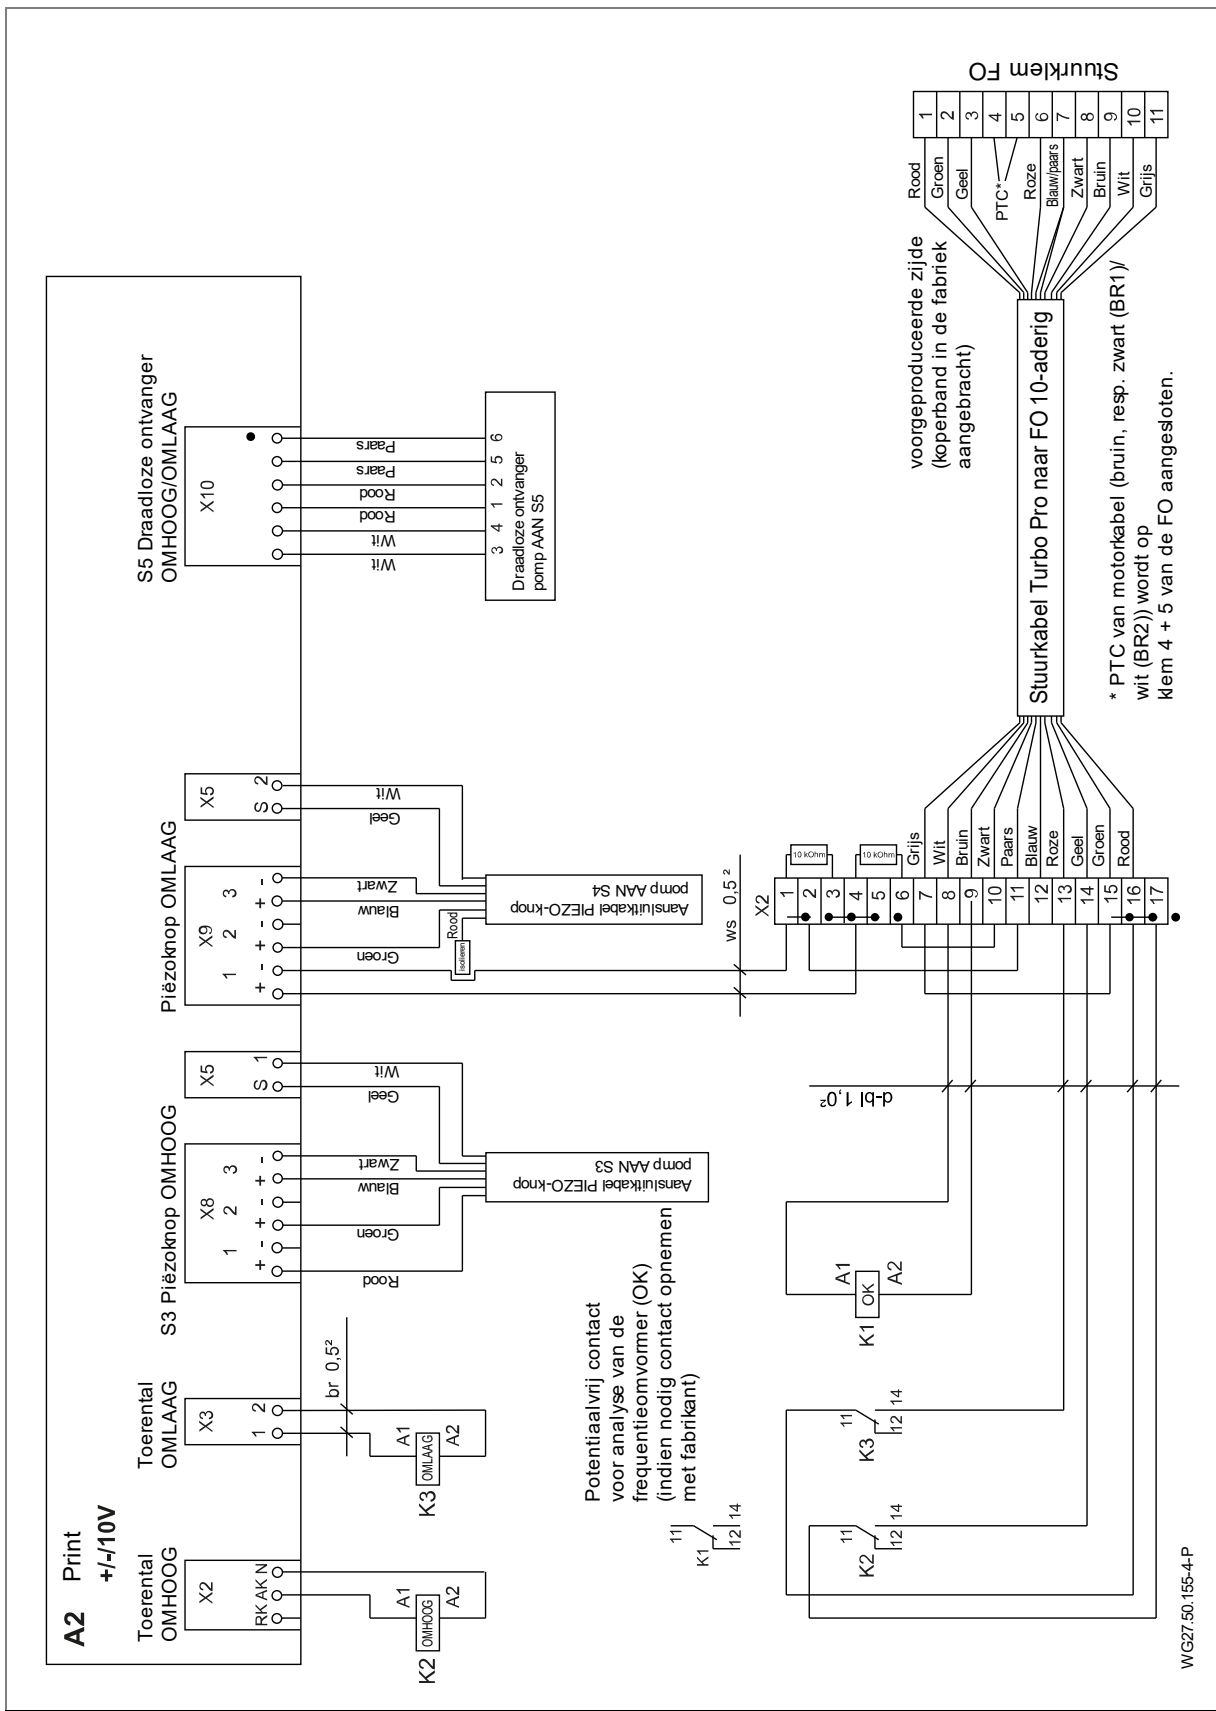

Afb. 19
14. De aders voor de PTC (bruin, resp. zwart (BR1)/wit (BR2)) moeten volgens het elektrisch schema worden bedraad. Zie "Afb. 19" op bladzijde 24.